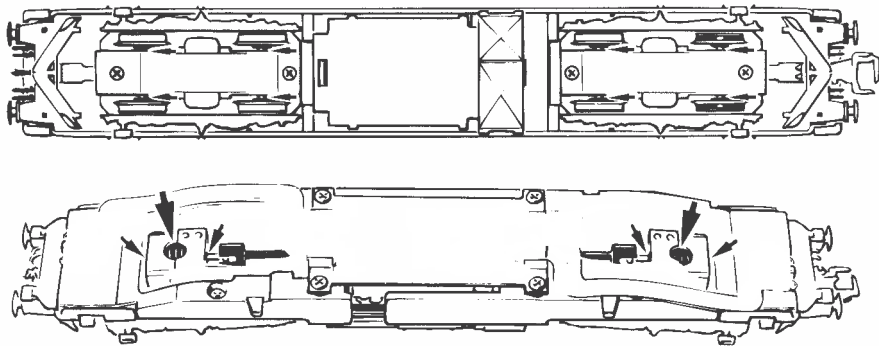

Fig. 8
4. Motorwechsel: Lokgehäuse abnehmen (Fig. 3). Danach wird der Motor ausgebaut und ausgetauscht (Fig. 8).
4. Motor Changing: First remove loco body (fig. 3), and then the motor (fig. 8).
4. Remplacement du moteur: Démontez la caisse (fig. 3). Démontez ensuite le moteur (fig. 8).